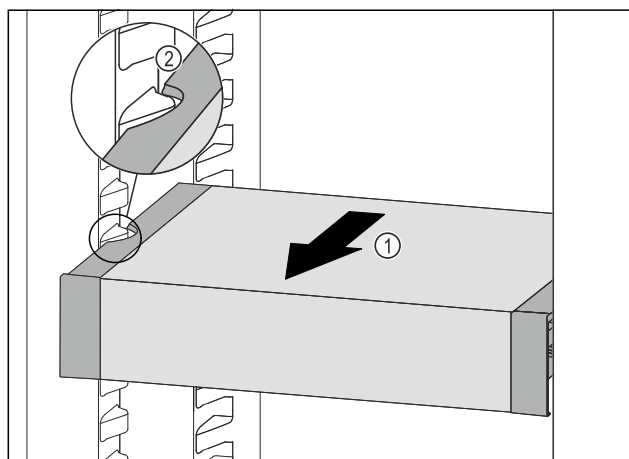

Fig. 56
- ▶ VarioSafe ťahajte dopredu Fig. 56 (1), dokým sa bočné vybrania VarioSafe nebudú nachádzať vo výške rebra nádoby v chladničke. Fig. 56 (2)